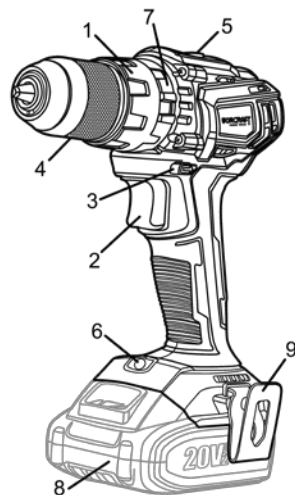

Рисунок 2
- швидкозатискний одномуфтовий трикулачковий металевий патрон (4, рисунок 2) з затискним діаметром 0,8-10 мм. Фіксацію змінного робочого інструменту можна виконувати однією рукою;
- електронний регулятор/вимикач (2, рисунок 2) для плавної зміни швидкості обертання патрона залежно від характеру робіт, які необхідно виконати;
- реверс (перемикач напрямку обертання патрона) (3, рисунок 2) з позицією блокування пускової клавіші (2, рисунок 2);
- кільце вибору режимів (7, рисунок 2):
2.5.2 Увімкнення та вимкнення шурупверта здійснюється через натискання/відпускання пускової клавіші (2, рисунок 2). Вбудований у пускову клавішу електронний регулятор забезпечує регулювання швидкості обертання патрону (4, рисунок 2), величина якої залежить від ступеня натискання клавіші (2, рисунок 2). Максимальна швидкість обертання відповідає максимальному натисканню клавіші.
2.5.3 Для попереднього встановлення заданого моменту затягування при операціях загвинчування/відгвинчування гвинтів (саморізів) шурупверт забезпечений торсійною муфтою. Необхідне значення виставляється за допомогою кільця регулятора моменту затягування (1, рисунок 2) шляхом його прокручування до фіксації на обраному значенні. Перед вибором зусилля крутного моменту, необхідно переконатися, що пускова клавіша (2, рисунок 2) не натиснута та патрон (4, рисунок 2) не обертається.
Щоб увімкнути шурупверт, натисніть на пускову кнопку (2, рисунок 2). Для вимкнення потрібно відпустити кнопку.
За допомогою механічного перемикача (5, рисунок 2) можна встановити один із двох діапазонів швидкостей роботи шурупверта.
За допомогою пускової клавіші (2, рисунок 2) можна змінювати швидкість обертання патрона. Швидкість обертання залежить від ступеня натискання на клавішу: чим сильніше натискати, тим вище буде швидкість обертання, та навпаки.
Перемикач реверсу (3, рисунок 2) дозволяє змінювати напрям обертання патрона. В середньому положенні перемикача виконується блокування пускової клавіші (2, рисунок 2).
4.4.1 Для режиму загвинчування/відгвинчування встановіть кільце вибору режимів (7, рисунок 2) на значок «гвинт» та виберіть значення крутного моменту, сумістивши обране число на кільці регулятора крутного моменту (1, рисунок 1) зі стрілкою на корпусі.